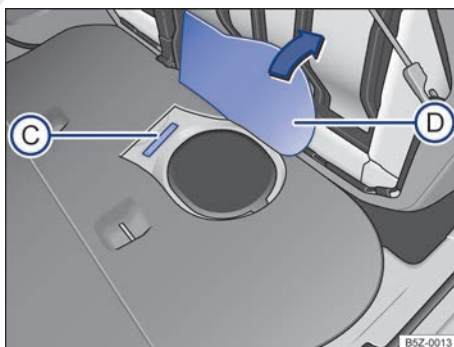

Fig. 18 Debajo del asiento trasero bajo el revestimiento del piso (D): número de identificación del vehículo (C).
El número de identificación del vehículo está ubicado debajo del asiento trasero bajo el revestimiento del piso ⇒ fig. 18 ③. Para encontrar el número de identificación del vehículo, abata el asiento trasero y levante el revestimiento del piso ⇒ fig. 18 ④.